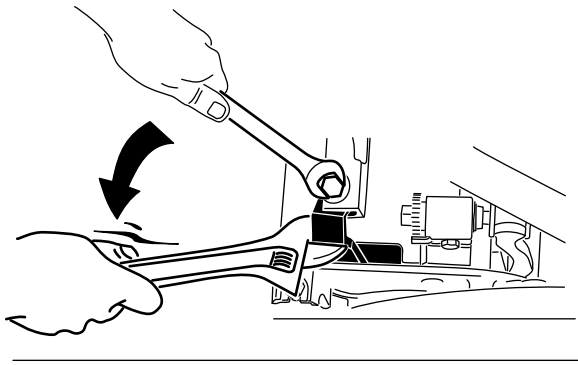

Figure 7
**Remarque:** Lors du serrage des fixations des bras de pivot, utilisez une clé réglable pour maintenir le bras parallèle à la plaque latérale (Figure 7)